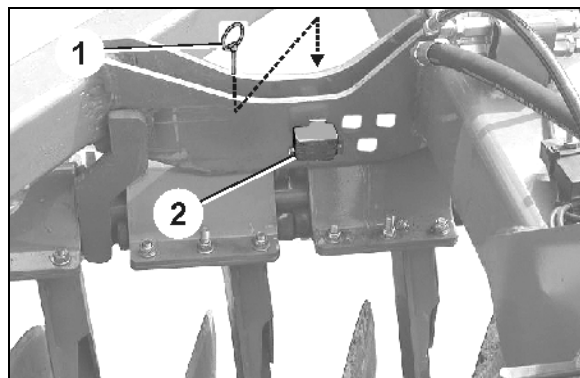

Bild 18
1. Lossa låssprinten (Bild 18/1).
2. Sätt in excenterbulten (Bild 18/2) i önskat hål.